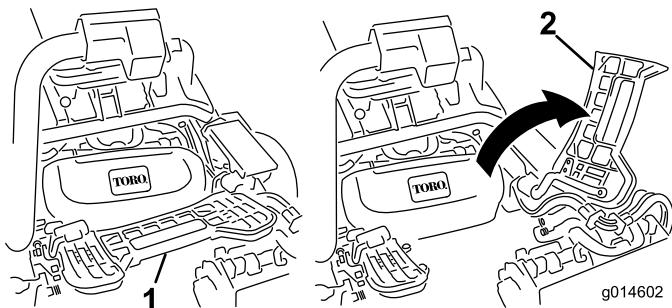

Bild 31
- Heben Sie die Fußplattform an und schwenken Sie sie in die geöffnete Stellung, um die Stellung des mittleren Mähwerks zugänglich zu machen (Bild 31).